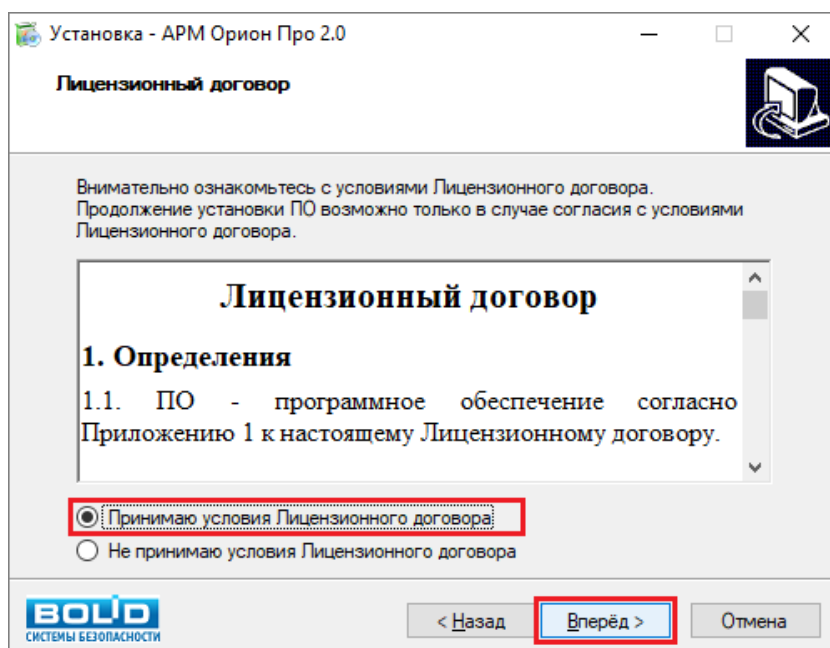

Рисунок 2-27 Принятие условий Лицензионного договора и продолжение установки ПО
- 6) Продолжение установки ПО возможно только при условии согласия с условиями Лицензионного договора. Определителем согласия или несогласия с принятием условий Лицензионного договора является установка флага слева от вариантов выбора «Принимаю условия Лицензионного договора» и «Не принимаю условия Лицензионного договора» (вариант, отмеченный по умолчанию), размещенных под полем, в котором размещен текст лицензионного договора. При несогласии с условиями Лицензионного договора нажмите кнопку «Отмена»: процесс установки ПО будет прерван (без принятия условий Лицензионного договора установка каких-либо из компонентов ПО невозможна, в этом случае кнопка продолжения работы с Мастером установки «Вперёд» неактивна). При согласии с условиями Лицензионного договора установите флаг слева от варианта выбора «Принимаю условия Лицензионного договора» и нажмите кнопку «Вперёд» (см. Рисунок 2-27) для продолжения работы с Мастером установки ПО;